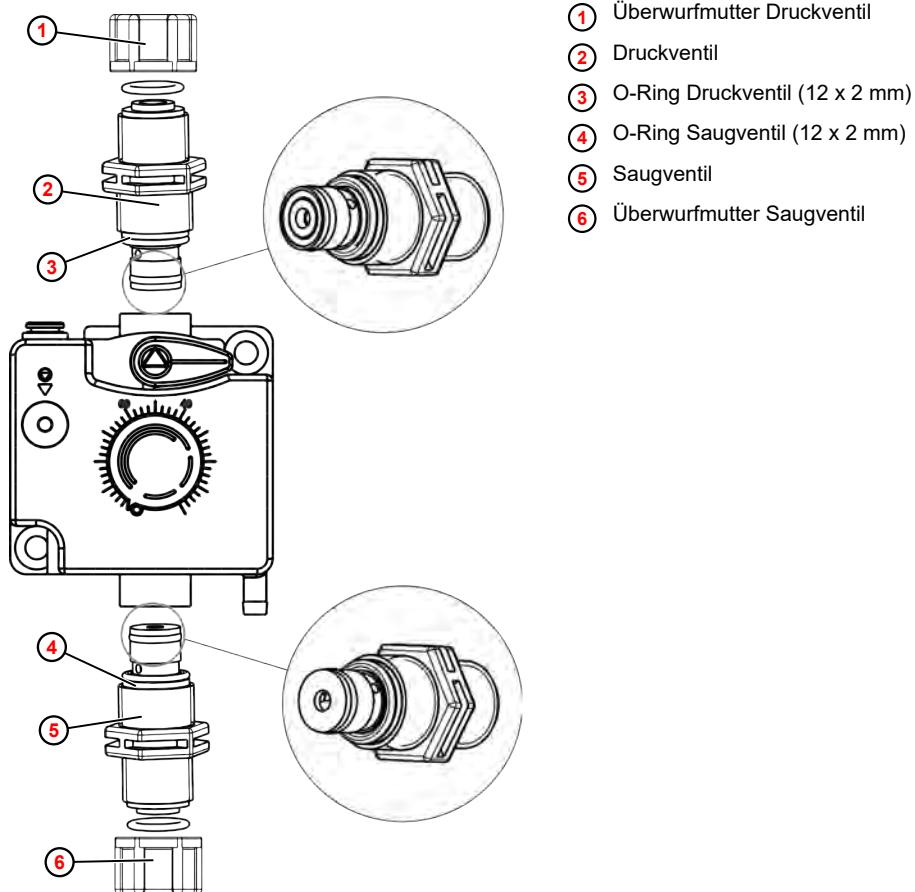

Abb. 18: Saug- und Druckventil austauschen
1. ➤ Pumpenkopf ② ausbauen wie in Kapitel ↗ *Membranpatrone austauschen* beschrieben.
2. ➤ Saugventil ⑩ und Druckventil ⑨ mit Maulschlüssel (SW22) herausschrauben.
3. ➤ Membranpatrone ③ an den Auflageflächen ⑧ zum Pumpenkopf ② reinigen.
5. ➤ Saugventil ⑩ und Druckventil ⑨ mit neuen O-Ringen (Abb. 18 , ③ , ④) einschrauben und festziehen.